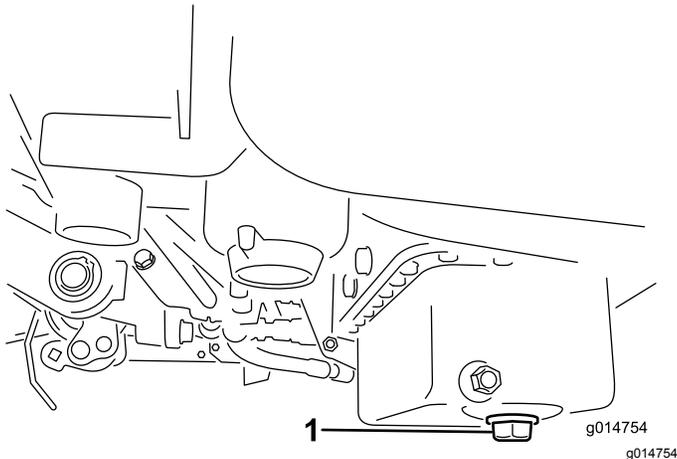

図 46
- ドレンプラグを外してオイルを容器に受ける。オイルが抜けたらドレンプラグを取り付ける 図 46。